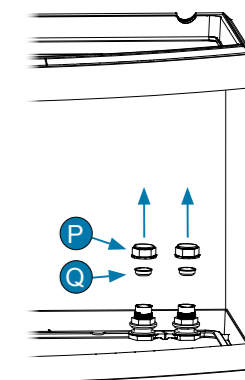

Abb. 1
1. Drehen Sie den Deckel (P) mit der Hand heraus und entfernen Sie den Deckel (Q) aus der Öffnung (O). (Abb. 1) **WICHTIG:** Bewahren Sie die Deckel (P) & (Q) auf.
- Drehen Sie den Deckel (P) mit der Hand heraus und entfernen Sie den Deckel (Q) aus der Öffnung (I). (Abb. 1). WICHTIG: Bewahren Sie die Deckel (P) & (Q) auf.